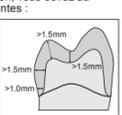

Fig. 1
- L'épaisseur minimale de la paroi doit être de 1,5 mm, 1,0 mm au niveau des marges. Préparez les marges avec un chanfrein profond ou un épaulement arrondi. (Figure 1)